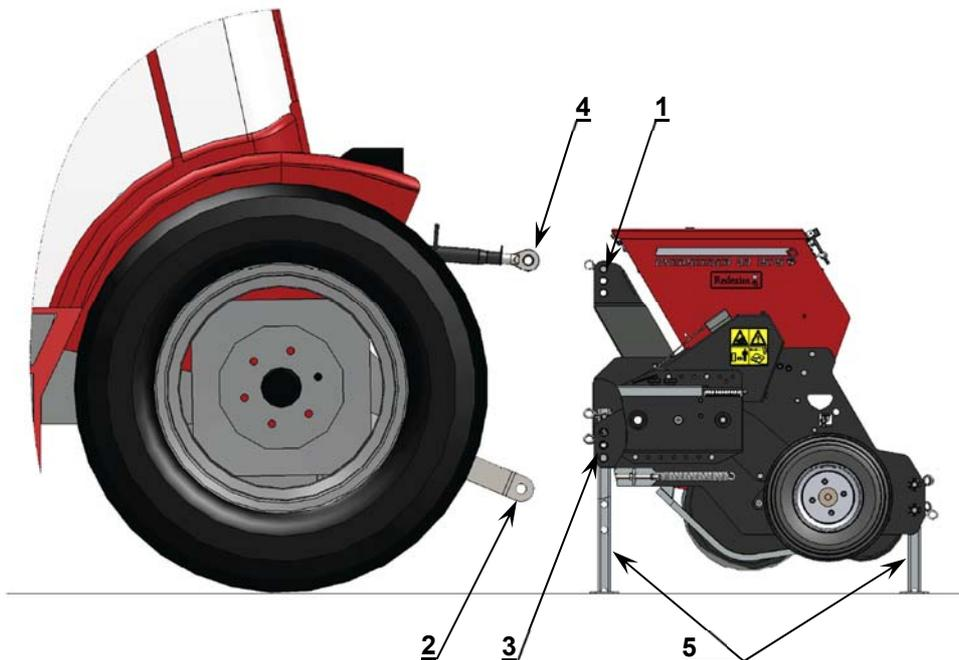

Figura 3
1. Rimuovere i perni a 3 punti superiori (1, 3) dalla macchina (cfr. **Figura 3**).
2. Guidare la motrice con cautela all'indietro fino a quando i bracci di sollevamento (2) possono essere attaccati alla macchina.
La macchina deve essere staccata come segue (cfr. **Figura 3**):